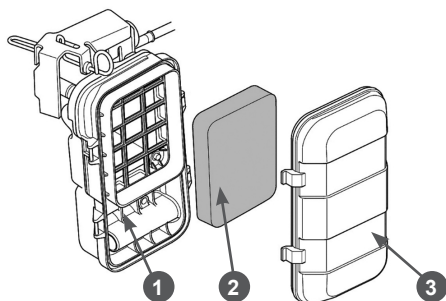

Рис. 18 Обслуживание воздушного фильтра
1. Нажмите на фиксаторы и снимите крышку 3 корпуса воздушного фильтра (Рис. 18).
2. Извлеките фильтрующий элемент 2 (Рис. 18).
5. Произведите очистку крышки 3 и корпуса 1 воздушного фильтра от грязи и пыли, не допуская попадания пыли и грязи в карбюратор (Рис. 18).